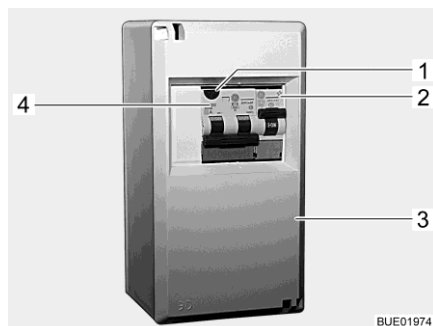

Fig. 200 Coffret de fusibles 230 V
Un disjoncteur différentiel/de protection de circuit combiné (Fig. 200,4) dans le coffret de fusibles (Fig. 200,3) protège tout le véhicule contre le courant différentiel (0,03 A).
Sur les véhicules possédant un équipement particulier tel que la climatisation, un disjoncteur de protection de circuit supplémentaire (10 A) (Fig. 200,2) protège l'appareil.
- Lorsque le véhicule est raccordé à l'alimentation 230 V, appuyer sur la touche de contrôle (Fig. 200,1). Le disjoncteur différentiel doit se déclencher.